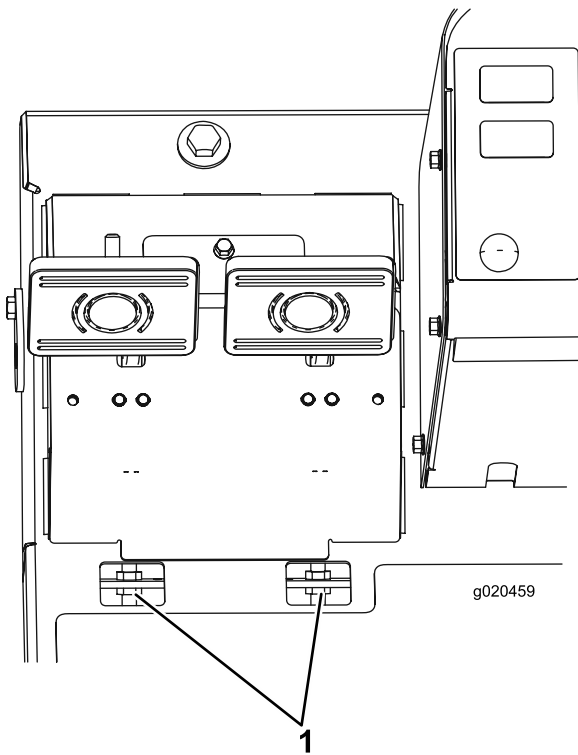

Figure 71
- B. Desserrez l'écrou avant sur l'extrémité fileté du câble de frein (Figure 71).